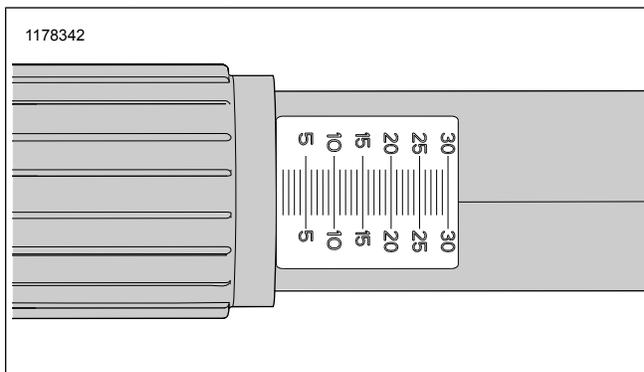

Figure 6. Échelle de réglage
2. Référez-vous à Tableau 1 et à Figure 6 . Tournez le bouton de réglage dans le sens horaire pour augmenter le réglage de la précharge ou vers dans le sens antihoraire pour diminuer le réglage de la précharge, jusqu'à ce que le bouton de l'indicateur indique le réglage approprié de la précharge sur l'échelle. Le bouton cliquera après chaque demi-tour.